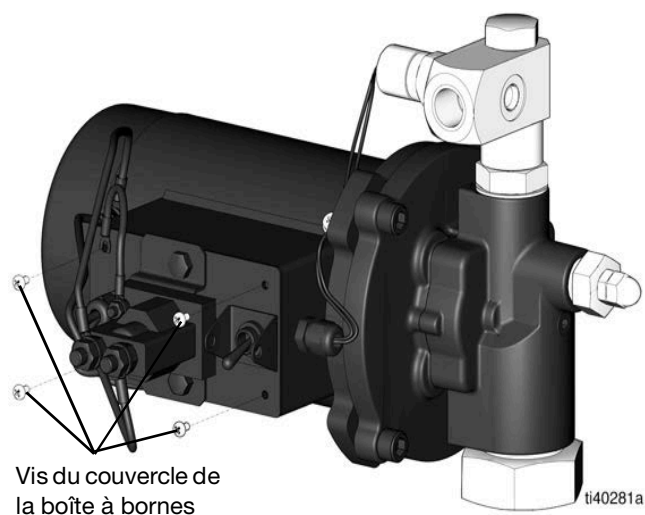

FIG. 18
- Retirez les quatre vis du couvercle de la boîte à bornes (FIG. 18).